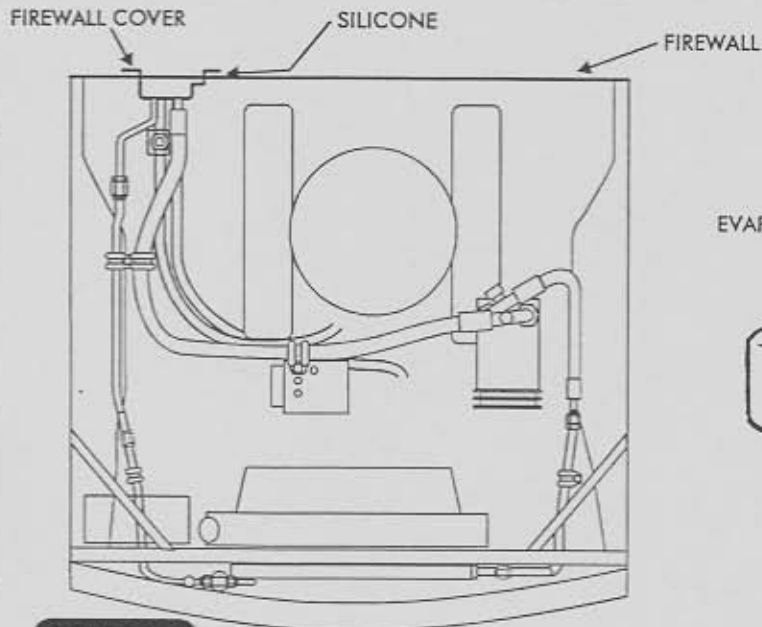

FIGURE 20A
- PUT A BEAD OF SILICONE CAULK AROUND THE PERIMETER OF FIREWALL COVER ON THE SIDE THAT FITS AGAINST THE FIREWALL. SEE FIGURE 20A.